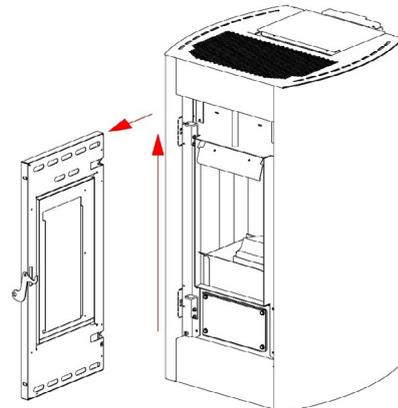

Fig. 25 - Ausbau der Tür
- Tür anheben, so dass die Stifte der Tür aus der Halterung an der Struktur gehoben werden (siehe **Fig. 25 auf S. 20**).